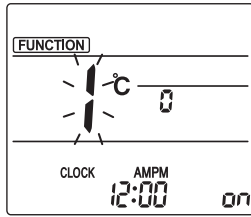

Fig. 3-1
- ① ไปที่โหมดการตั้งค่าไฟแบบปรับด้วยมือ กดปุ่ม **MENU** (เริ่มการทำงานนี้ในขณะที่จอแสดงผลของ รีโมทคอนโทรลดับอยู่) "FUNCTION" จะสว่างและ "1" จะพริบ (Fig. 3-1) กดปุ่ม **▲** เพื่อเลือก "2" จากนั้นกดปุ่ม **SET**